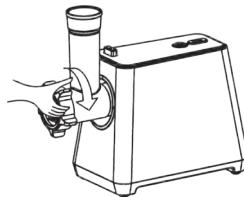

рис.5
5. Зафиксируйте конструкцию с помощью фиксирующего кольца, завернув его по часовой стрелке, как указано на рис. 5. Не затягивайте кольцо слишком тую.